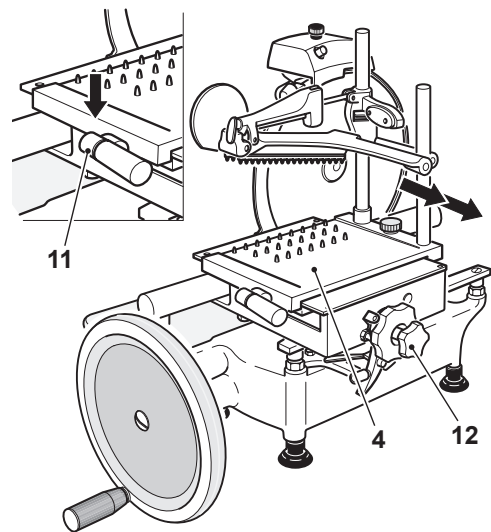

Figure 9-2
2. Tournez le volant du porte-produit (12) dans le sens horaire ou poussez doucement vers le bas sur le levier d'avance rapide (11) pour écarter le porte-produit (4) de la lame (Figure 9-2).